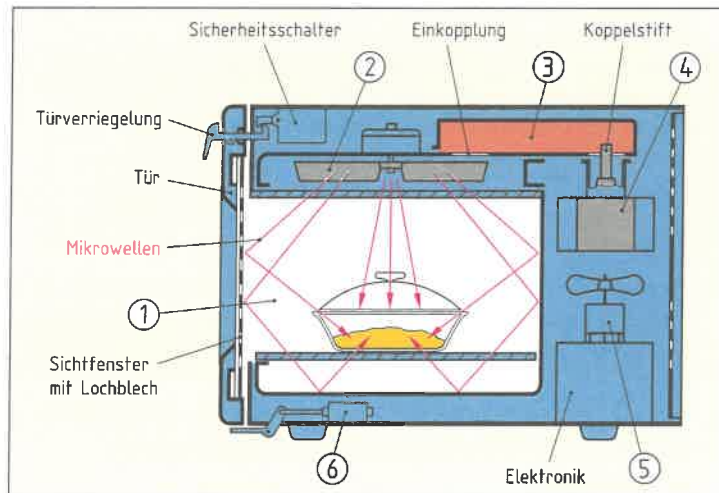

Bild 1: Bestandteile Mikrowellenherd
7. Ergänzen Sie die fehlenden Bezeichnungen für die Bestandteile des Mikrowellenherdes (Bild 1).
- ① Garraum
- ② Reflektor
- ③ Hohlleiter
- ④ Magnetron
- ⑤ Kühlgebläse
- ⑥ Sicherheitsschalter